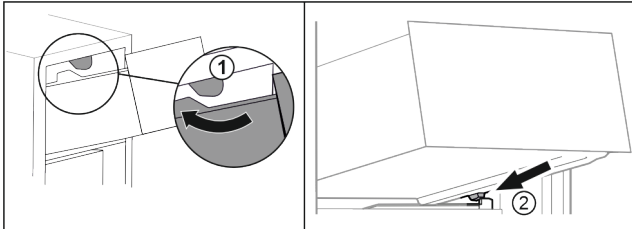

Fig. 73
- ▶ Schubfach um die oberen Stopper herumführen. Fig. 73 (1)
- ▶ Schubfach schräg hinter den unteren Stoppern auf Behälterrippe aufsetzen. Fig. 73 (2)